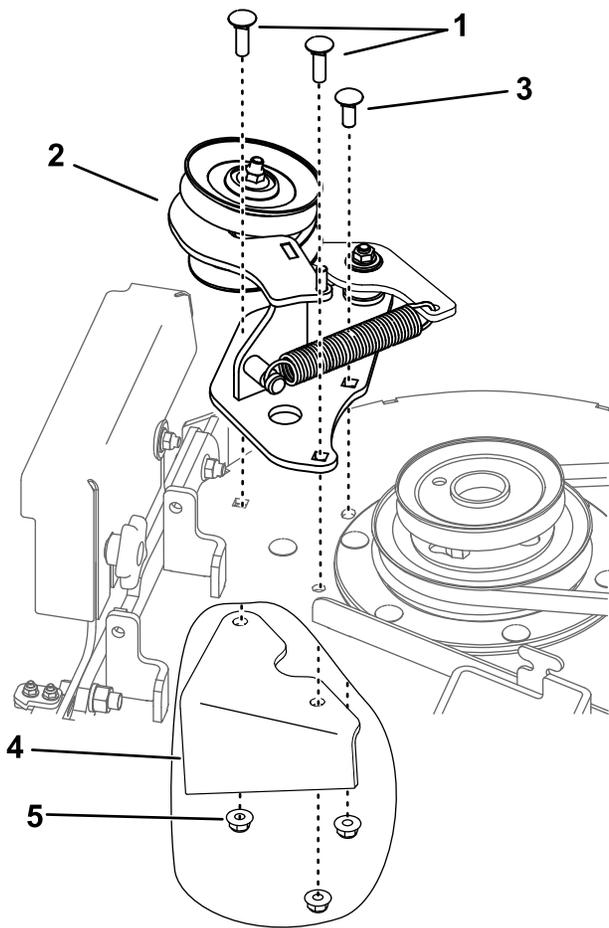

Figura 5
3. Utilizando as três porcas que removeu previamente, um parafuso de carroçaria (¾ pol. x 1¼ pol.) e dois parafusos de carroçaria (¾ pol. x 1 pol.), instale o conjunto do rolete na plataforma do cortador (Figura 5).
x 1¼ pol.) e dois parafusos de carroçaria (¾ pol. x 1 pol.), instale o conjunto do rolete na plataforma do cortador (Figura 5).